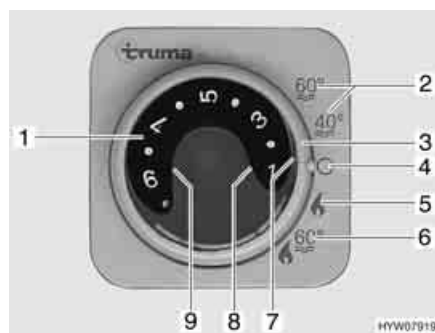

Fig. 167 Centralina di controllo per riscaldamento/boiler
- Impostare la modalità di funzionamento tramite l'interruttore girevole (Fig. 167,3).
A seconda della temperatura ambiente desiderata, il riscaldamento seleziona automaticamente il livello del bruciatore necessario. Al raggiungimento della temperatura ambiente desiderata, il bruciatore si spegne. Durante la modalità di funzionamento "Riscaldamento e boiler" (Fig. 167,6) è riscaldata anche l'acqua nel boiler. Nella modalità di funzionamento "Riscaldamento senza boiler" (Fig. 167,5) è possibile far funzionare il riscaldamento con il boiler vuoto.
- Impostare la manopola della temperatura (Fig. 167,1) sulla centralina di controllo scegliendo la potenza desiderata.
- Posizionare l'interruttore girevole (Fig. 167,3) su funzionamento invernale "Riscaldamento senza boiler" (Fig. 167,5) o "Riscaldamento e boiler" (Fig. 167,6).
Si accende la spia verde di controllo (Fig. 167,7).
- Posizionare l'interruttore girevole (Fig. 167,3) su "O" (Fig. 167,4).
La combinazione funzionamento a gas e funzionamento elettrico a 230 V diminuisce il tempo di riscaldamento (è possibile solo se il riscaldamento viene impostato sulla centralina di controllo (Fig. 167) su funzionamento invernale). Se viene selezionato il funzionamento elettrico a 230 V, la spia gialla di controllo si accende (Fig. 168,6).